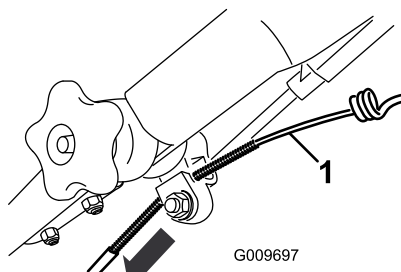

Figura 48
3. Tirate verso il basso la guaina del cavo fino ad eliminare l'imbando del cavo esposto (Figura 48).